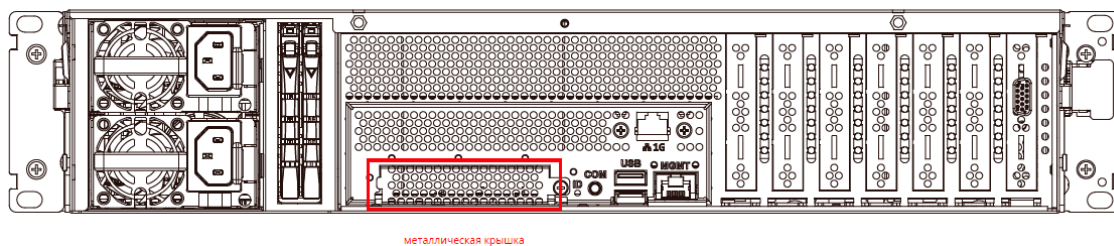

Рисунок 27 – Снятие металлической крышки слота OCP 3.0
- Выключите питание сервера. Снимите металлическую крышку слота OCP 3.0 (см. Рисунок 27).